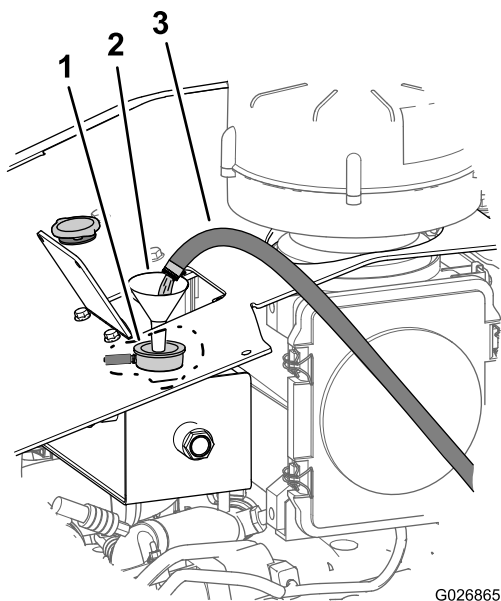

Рисунок 104
- A. Заполните систему охлаждения чистой водой (Рисунок 104).